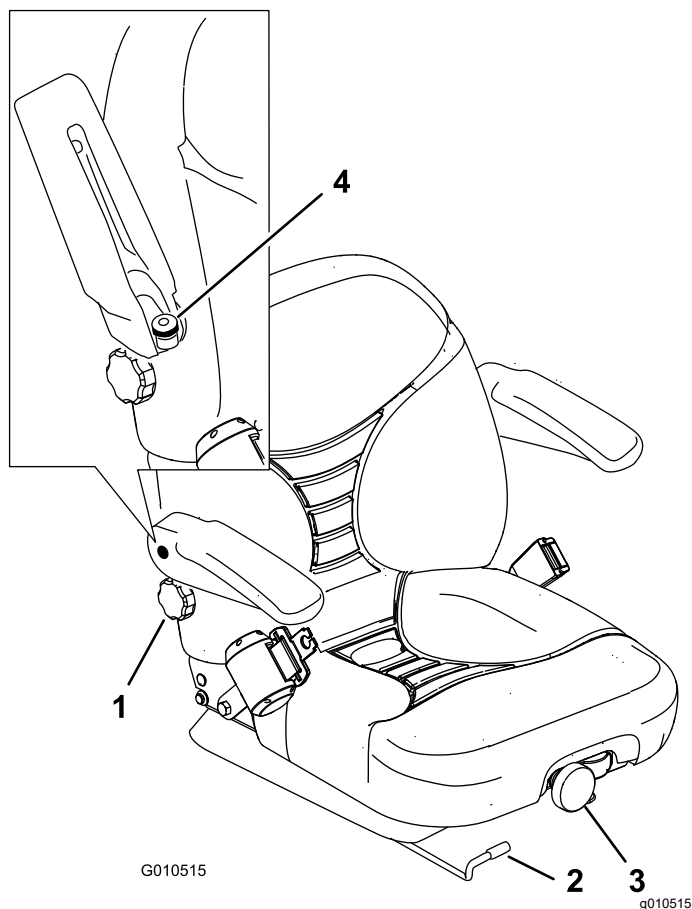

图 32
1. 横向移动控制杆打开座椅的锁定 图 32。
要调整座椅可向任一方向旋动前旋钮以提供最佳的舒适度 图 32。
要调整座椅可向任一方向旋动旋钮在右扶手下方以提供最佳的舒适性 图 32。
提起扶手并向任一方向旋动旋钮以提供最佳的舒适性 (图 32)。